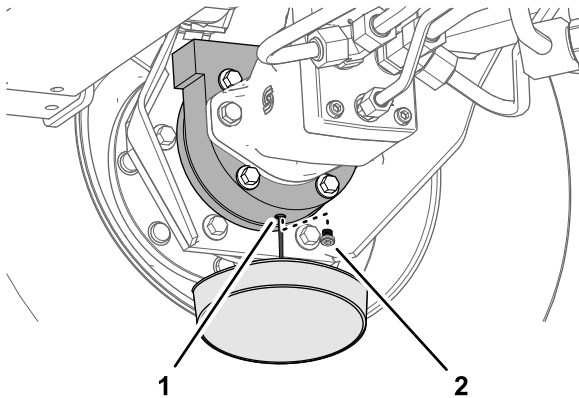

Figura 62
6. Coloque un recipiente debajo del alojamiento del freno, retire el tapón de vaciado y deje que se drene el aceite totalmente (Figura 62).